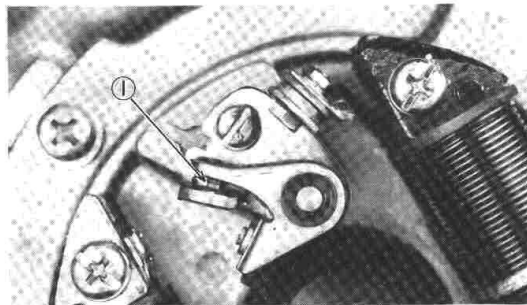

Fig. 2-5-1
- 1. Apply a few drops of light-weight machine oil or distributor lubricant to the point cam lubricator. (Fig. 2-5-1)
- 1. Mettez quelques gouttes d'une huile légère à machine ou d'un lubrifiant pour distributeur au graisseur de la came. (Fig. 2-5-1)